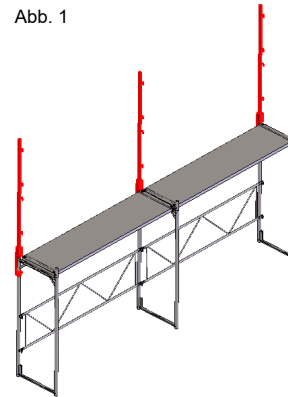

Abb. 2
2. Die Geländerstützen (Art. S559.200, für zwei Geländer, verstärkt, mit Bordbretterhalter und Manschette) werden aufgesetzt und mit den Manschetten an den Gerüststrahlen befestigt. (Abb. 2)